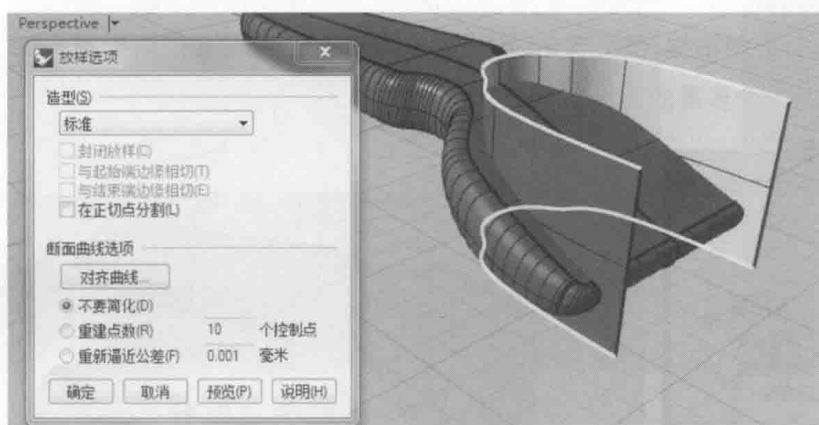

图 5-67 放样成面
(21) 单击工具箱中的  /【放样】按钮 ，利用【放样】按钮将两条曲线放样成为曲面，效果如图 5-67 所示。